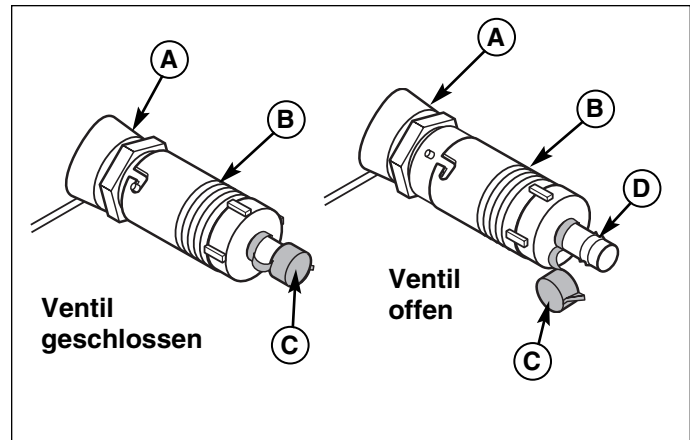

Abbildung 24. Ölablassventil
3. Ölablassventil (B, Abbildung 24) und Abdeckung (C) mit Papiertuch oder Lappen sauber wischen.